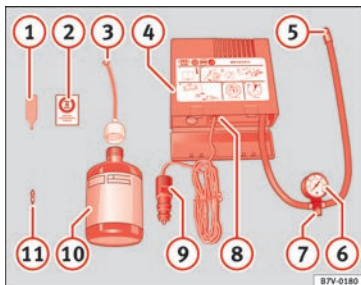

Bild 60 Standardtyp: Innehåll i däckreparationssatsen.
- Skruva ur däckets ventilhått och insats. Använd verktyget » **bild 60 ①** för att ta bort insatsen. Placera den på en ren yta.
en kraftigt » **bild 60 ⑩**.
- Skruva på påfyllningsslangen » **bild 60 ③**
- Ta bort förslutningen från påfyllningsslangen » **bild 60 ③** och skruva fast slangens på däckventilens gänga.
- Sätt tillbaka pluggen på däckventilen med hjälp av verktyget » **bild 60 ①**.
- Skruva fast påfyllningsslangen till kompressorpumpen » **bild 60 ⑤** i ventilen.
- Kontrollera att luftningsskruven är stängd » **bild 60 ⑦**.
- Sätt i kontakten » **bild 60 ⑨** i bilens 12-volts eluttag » **sidan 129**.
- Slå på luftkompressorn med ON/OFF-brytaren » **bild 60 ⑧**.